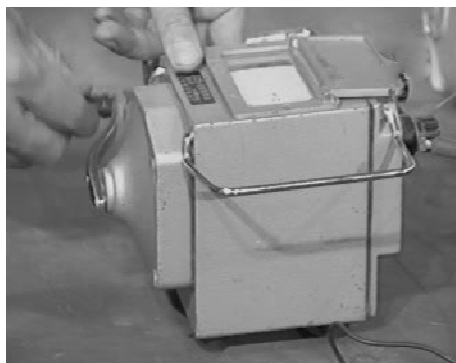

图 2-52 摇动兆欧表摇柄的方法
(4) 在测量时，兆欧表必须放平。如图 2-52 所示，左手按住表身，右手摇动兆欧表摇柄，以 120r/min 的恒定速度转动手柄，使表指针逐渐上升，直到出现稳定值后，再读取绝缘电阻值（严禁在有人工作的设备上进行测量）。
(5) 对于电容量大的设备，在测量完毕后，必须将被测设备对地放电（兆欧表未停止转动时及放电设备切勿用手触及）。